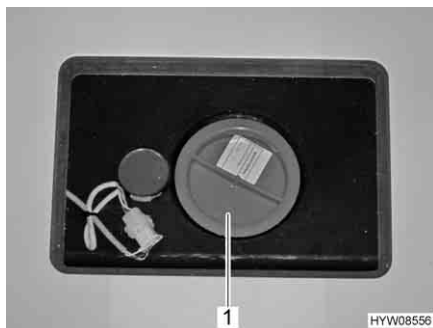

Fig. 157 Apertura per la pulizia sul serbatoio delle acque grigie
- A questo scopo aprire l'apertura per la pulizia (Fig. 157,1) per il serbatoio delle acque grigie e il rubinetto di scarico.